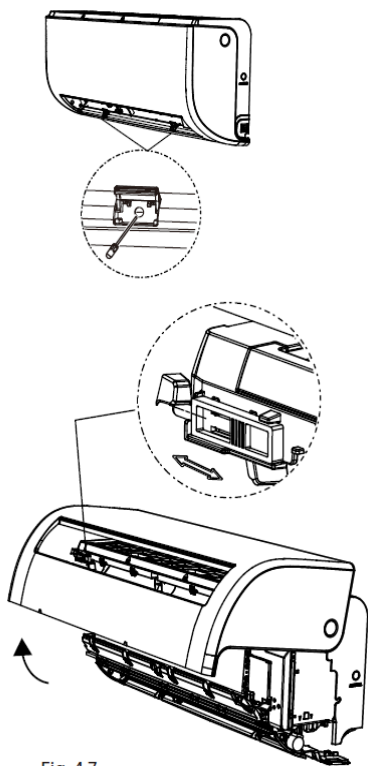

Fig. 4.7
2. Deschide și fixați poziția panoului. În primul rând, deșurubați cele două șuruburi prezentate în imaginea de mai jos, apoi deschideți panoul și fixați poziția panoului de către dispozitivul de blocare (a se vedea Fig.4.7).
2. Deschideți panoul frontal al unității interioare prin slăbirea șuruburilor conform imaginii Fig.4.7, care oferă spațiu mare pentru conectarea de cabluri.